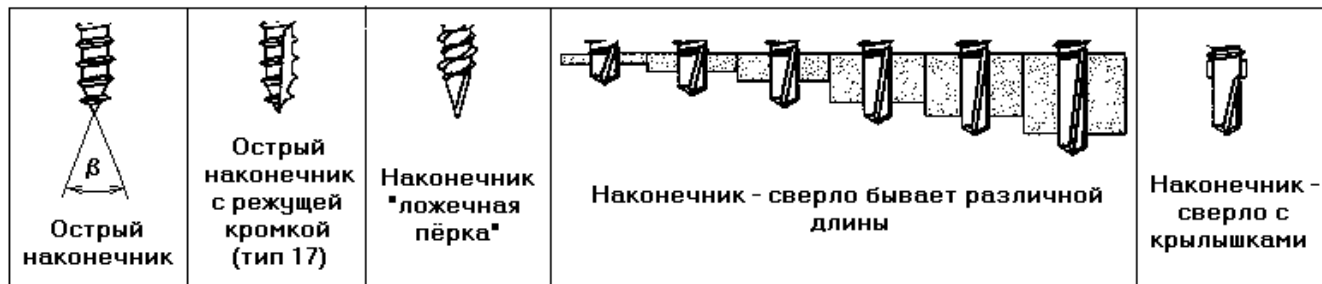

Рис.8. Типы наконечников шурупов и саморезов
**Наконечник** шурупа определяется технологией его использования. Наиболее распространены шурупы с традиционным острым наконечником (Рис.8), они различаются величиной угла захода  $\beta$ . У классических шурупов по ГОСТ 1144-80, 1145-80, 1146-80 этот угол составляет  $40^\circ$ . У саморезов он значительно меньше (например у черных саморезов по гипсокартону –  $26...28^\circ$ , у универсальных –  $20...30^\circ$ ), ведь с его уменьшением облегчается внедрение стержня в материал, и увеличиваются самонарезающие свойства шурупа. Для повышения этих свойств применяются и дополнительные конструктивные усовершенствования (Рис.8). Особый интерес представляют саморезы со сверлом, они гарантировано создают отверстие в материале перед нарезанием в нем резьбы при выполнении одной единственной операции – завинчивания. Это резко сокращает сроки крепления, в том числе и в твердые материалы (металлы). Наконечник-сверло различается не только по длине сверла, но и по его